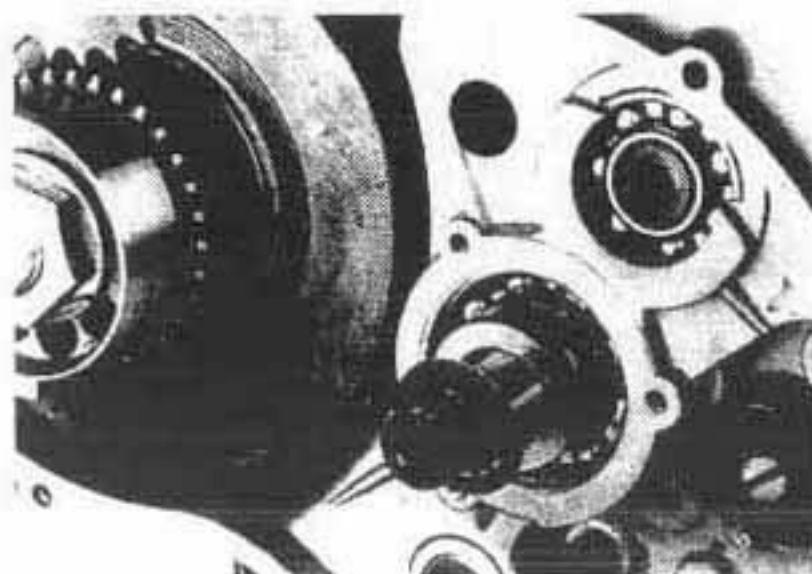

Fig. 16
**Nota** - Dietro la campana della frizione ci sono un distanziale ed una rondella (fig. 16).
**Note** - A spacer and a shim are fitted behind the clutch drum (fig. 16).